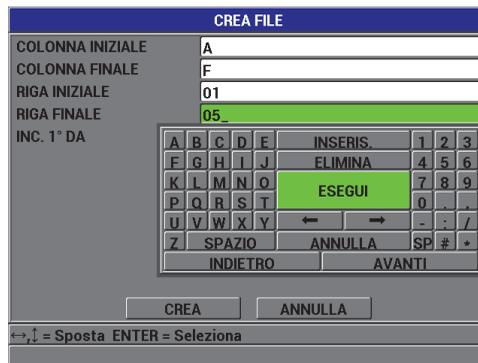

Figura 7-7 Configurare l'intervallo di ID per un tipo di file di dati matriciale 2D
6. Nella seconda pagina della schermata **CREA** (vedere Figura 7-7 a pagina 138).